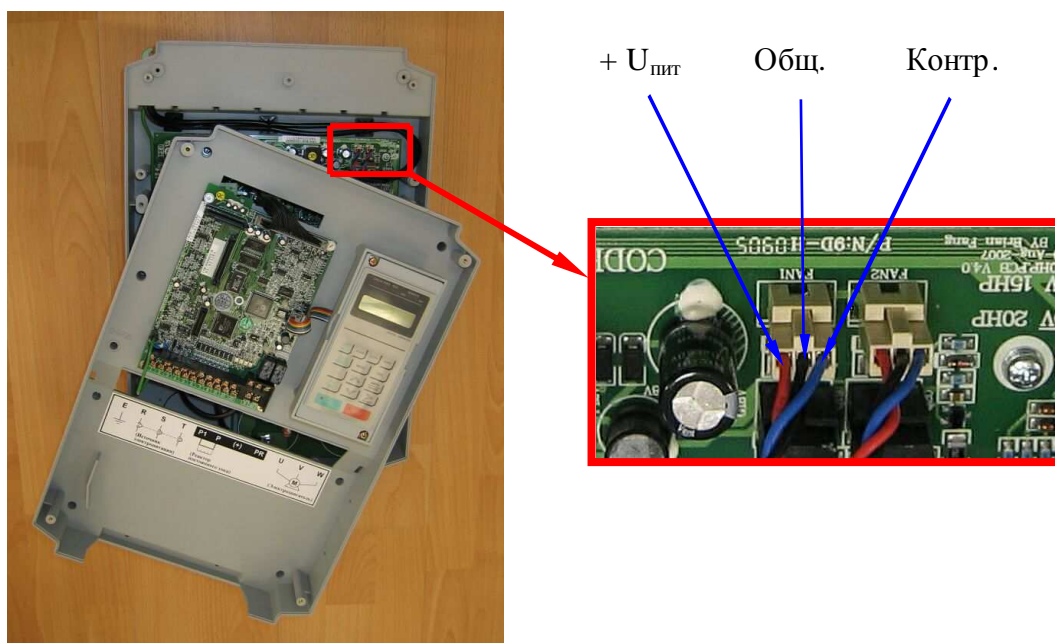

Рис. 4.10. Диагностика вентиляторов.
4.8.1. Соединить плату драйверов с платой ЦП при помощи шлейфа ЦП (п. 8 в табл. 4.1). Взаимное расположение элементов должно гарантировать невозможность их случайного соприкосновения (см. рис.4.10).
4.9.3. Отсоединить разъем вентилятора от платы драйверов и проверить его вращение, подав напряжение  $\approx 24$  В от источника питания (п.3.4.2) между контактами +Uпит и Общ (рис.4.10). При отсутствии вращения – вентилятор заменить (п. 5.5).
4.9.5. В случае появления сообщения об ошибке «ОН2» поочередно измерить напряжение на разъёмах FAN 1 и FAN 2 между выводами Общ. и Контр. (см. рис. 4.10). У исправного вентилятора напряжение при работе должно составлять менее 1 В. Если напряжение составляет 13...18 В - вентилятор неисправен.